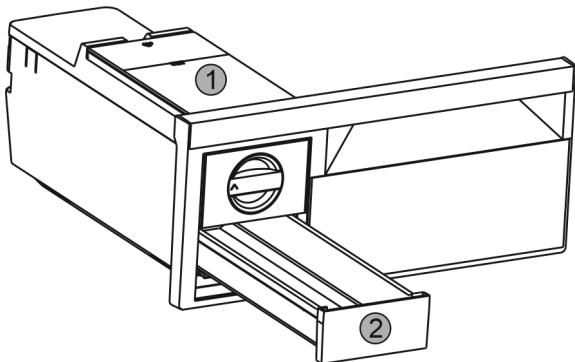

Fig. 58
- Vyjměte nádržku na vodu Fig. 58 (1) a zásuvku na kostky ledu Fig. 58 (2).